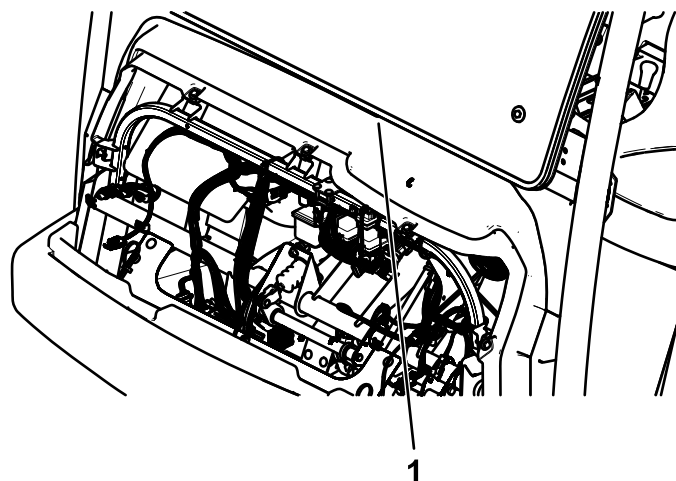

Figura 38
4. Elimine a folga entre o painel e a cabina ajustando o parafuso de rosca ($\frac{1}{2}$ pol. x 4 pol.) até a placa do batente empurrar para cima no painel (Figura 38).